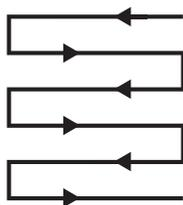

Рис. 9
4. Всегда устанавливайте травосборник (10) и регулярно опорожняйте его.
6. Косите, слегка перекрывая полосы обработки. Наиболее эффективная схема обработки газонов — по прямой линии вдоль одной из сторон. Это позволит сделать линии обработки ровными и гарантирует, что весь газон будет обработан без пропусков (Рис. 9).